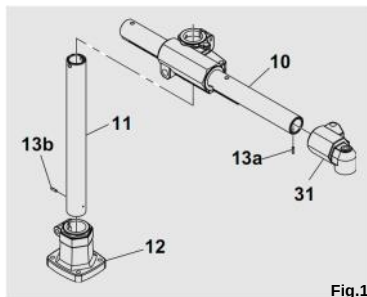
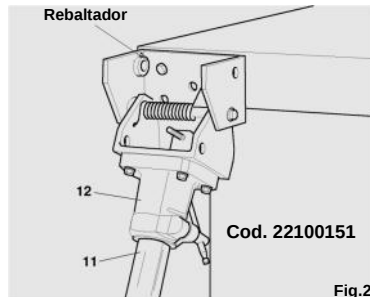

Fig.1
Fig.2
En el caso que el soporte fuese montado sobre un eventual **"Rebaltador"** (ver Fig.2), el sistema de seguridad **Elastic Pin System**, a través de un perno (13b) (ver Fig.1) impide que el tubo vertical (11) se desprenda de la base (12), aunque la manija no haya sido bloqueada.
Tal sistema de seguridad vale también para el tubo horizontal (10) (ver Fig.1), puesto que el enchufe (13a) permite a la pipa de no separarse del mismo tubo.